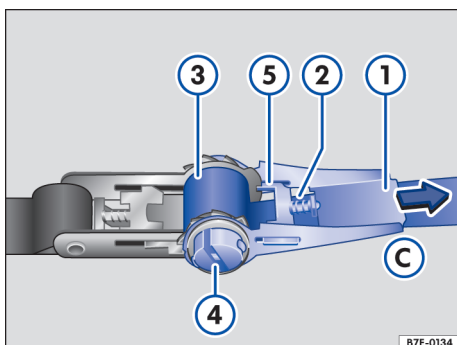

Fig. 142 Apretar la cinta con carraca.
2. Presione el seguro → fig. 142 ② hacia fuera.
3. Mueva la palanca → fig. 142 ① a la posición C hasta que el seguro ② encastre en la posición final ⑤. El eje ranurado ④ está desbloqueado.